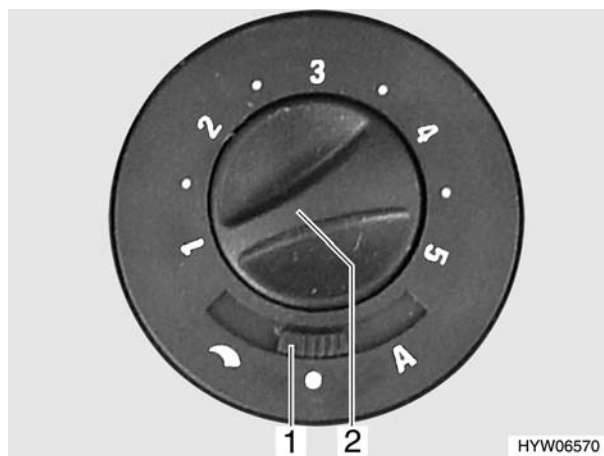
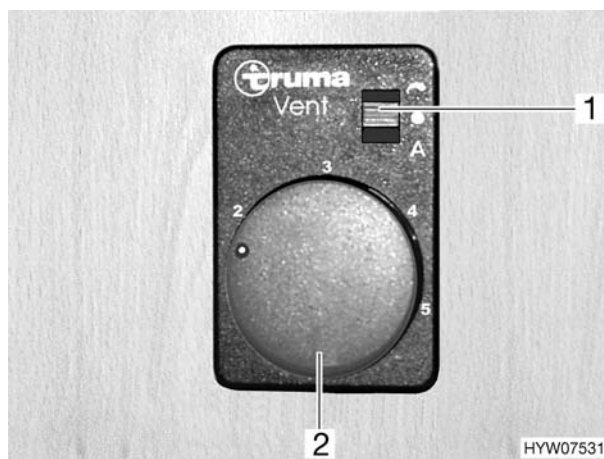

Fig. 77 Interruttore di comando per la ventola di ricircolo dell'aria (variante 1)
Fig. 78 Interruttore di comando per la ventola di ricircolo dell'aria (variante 2)
- Impostare la modalità di funzionamento desiderata tramite l'interruttore a scorrimento (Fig. 77,1 o Fig. 78,1).
- Nella regolazione manuale impostare con il pomello girevole (Fig. 77,2 o Fig. 78,2) la potenza desiderata della valvola di ricircolo dell'aria.